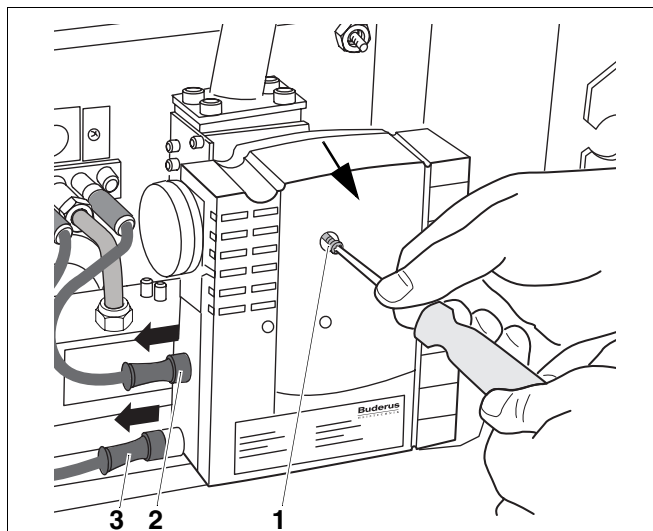

Abb. 23 Befestigungsschraube lösen
- Stecker der Zündung (Abb. 23, **Pos. 3**) und der Ionisationsüberwachung (Abb. 23, **Pos. 2**) am Gasfeuerungsautomaten abziehen.
- Befestigungsschraube (Abb. 23, **Pos. 1**) am Gasfeuerungsautomaten entfernen.
- Gasfeuerungsautomaten von der Gasarmatur nach vorne abziehen (Pfeil, Abb. 23).